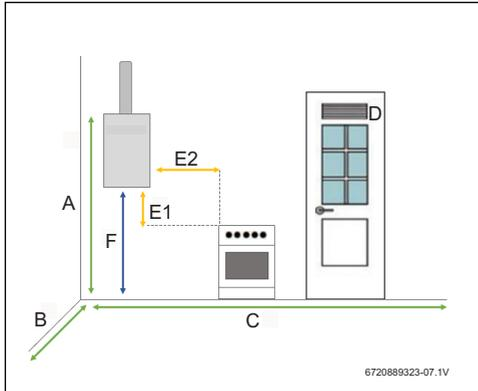

Fig. 11 Distancias mínimas
- ▶ Respetar las medidas mínimas de instalación indicadas en la Fig. 11.
- ▶ Garantizar un buen acceso para realizar los trabajos de mantenimiento respetando siempre las distancias mínimas indicadas en la Fig. 11.